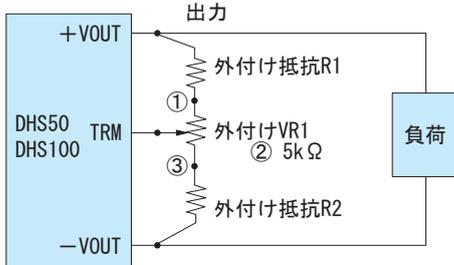

図3.5 外付け部品の接続方法 (DHS50, DHS100)
■ポリューム (VR1) と抵抗 (R1, R2) を図3.5のように接続することで出力電圧を可変できます。